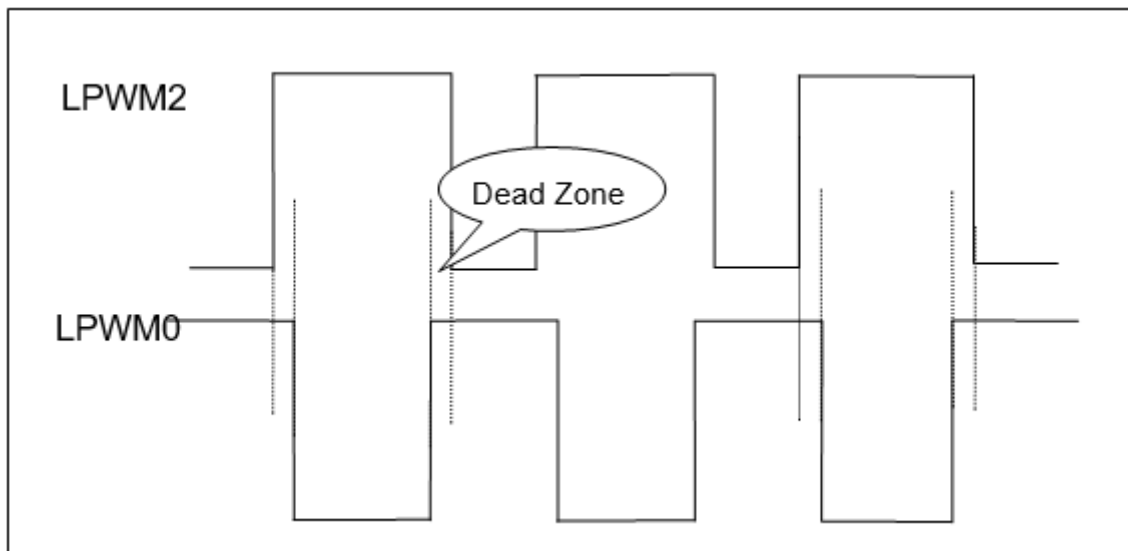

图 21: 两路互补 LPWM 波形
1. 固定占空比时对应的 LPWM0/LPWM2 波形如图 21 所示。